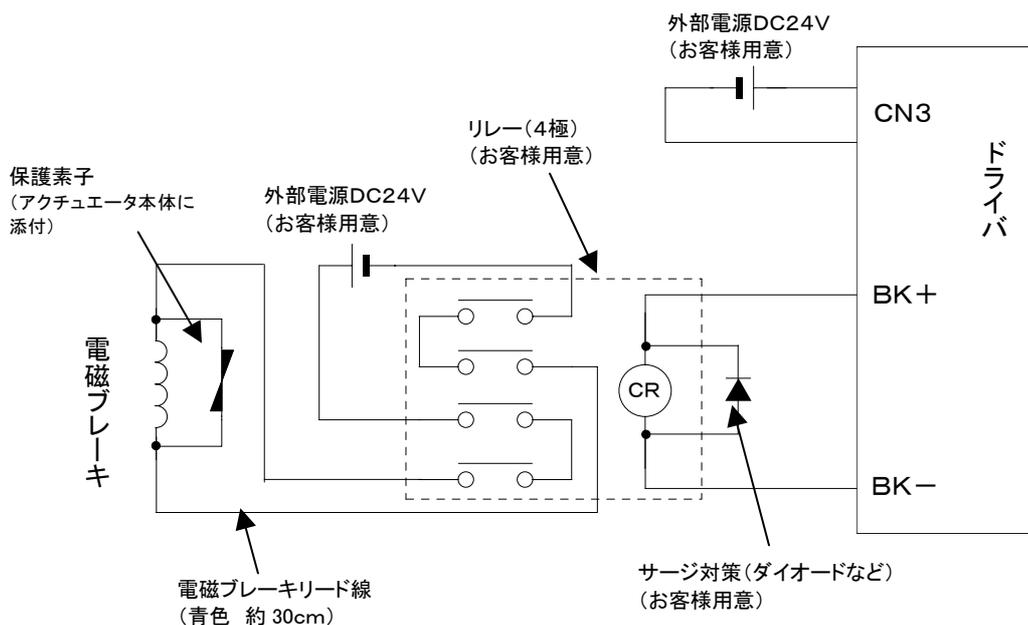

図3. 6 電磁ブレーキ用推奨回路2
- リレーの接点容量は定格電流の10倍以上のものをご使用ください。それ以下の場合、4極のリレーを用い図3. 6のように接続してご使用ください。有接点リレーの接点寿命を延ばすことができます。